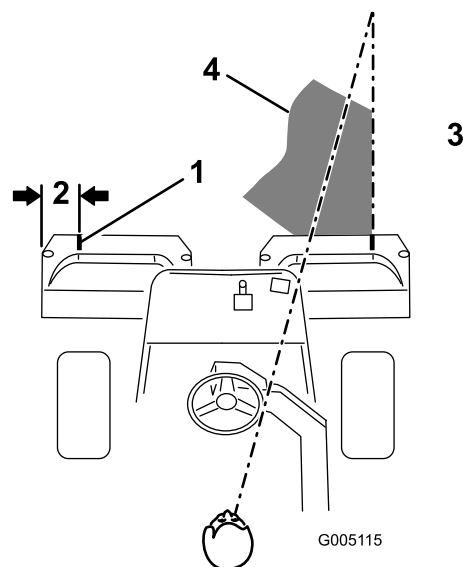

図 9
- その位置に白色テープか白ペンキで集草箱の縁と平行に目印を入れる 図 9。